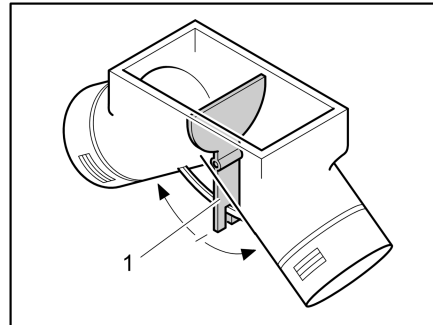

Fig. 110 Ventola di ricircolo dell'aria, sportello di impostazione su posizione centrale
Sulla posizione centrale l'aria calda si distribuisce uniformemente in entrambe le uscite di aria calda. La leva di comando (Fig. 110,1) per lo sportello di impostazione si trova sotto lo sportello del pavimento nell'armadio guardaroba.
- Spingere la leva di comando (Fig. 110,1) nella direzione della freccia fino alla posizione desiderata.